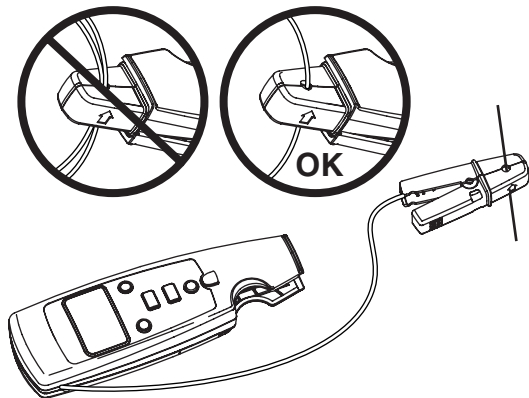

Abbildung 2. Durchführen von Messungen
2. Die Backen um den zu prüfenden Leiter klemmen. Das Messgerät zeigt den gemessenen Leiterstrom an. Siehe Abbildung 2.